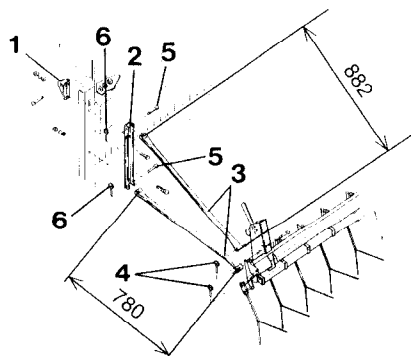
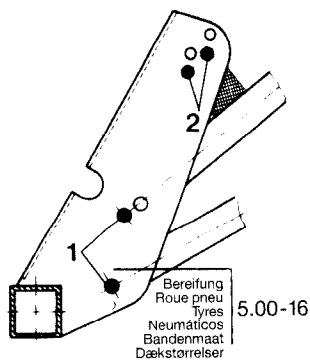

Fig. 76
Fig. 77
- Mit dem Verstärkungswinkel (Fig. 76/1), der bereits serienmäßig an Ihrer Sämaschine befestigt ist, obere Taschen (Fig. 76/2) am Saatkasten befestigen.
- Der Exaktstriegel wird an den Halterohren (Fig. 76/3) mit zwei Bolzen (Fig. 77/1) befestigt und mit Klappsplinten (Fig. 76/4) gesichert.
Der Schwingmetallpuffer ist bei der D8 SPECIAL, wie in Fig. 77/2 gezeigt, zu verschrauben.
- An den oberen Taschen (Fig. 76/2) sind die Halterohre (Fig. 76/3) mit Bolzen (Fig. 76/5) und Klappsplinten (Fig. 76/6) abzustecken und zu sichern.